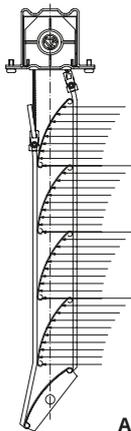

Abb. 12
6.1 Zumachen des Raffstores, siehe Abb. 12: